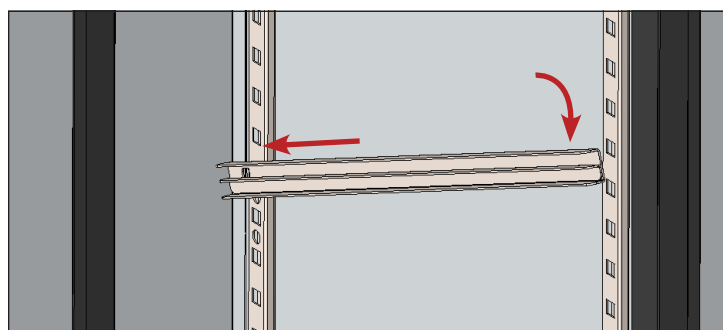

Fig. 2. Positionnez la glissière d'étagère/de bac.
3. Faites coulisser les languettes dans les encoches et vérifiez la planéité de l'unité. Voir fig. 2.